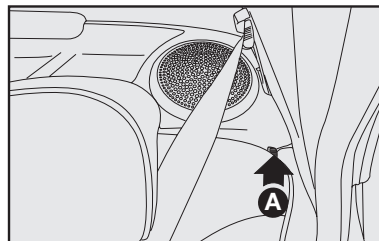

fig. 109
4) Desenganche el respaldo, utilizando las palancas laterales **A-fig. 109** en el sentido de la flecha.
En algunas versiones es posible ampliar parcialmente el baúl, inclinando el cojín individual o el doble. Para eso, desbloquee la palanca derecha o izquierda **A-fig. 109** y incline hacia adelante el cojín deseado hasta obtener una superficie de carga única.